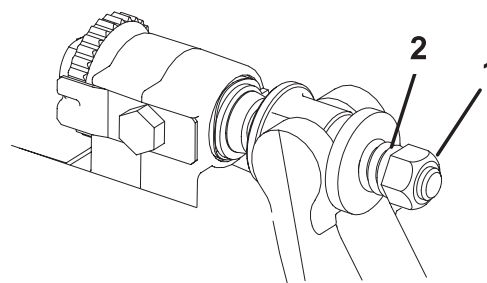

Figure 24
3. Serrez l'écrou de tension du ressort jusqu'à ce que les spires soient jointives, puis desserrez-le de 1/2 tour (Fig. 24).